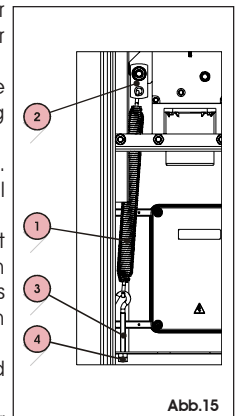

Abb. 15
Die Automation benötigt eine Ausgleichsfeder, Abb. 15 - Bez. 1, die gesondert bestellt werden muss (wie der Balken). Die Art der einzusetzenden Feder ist je nach Länge des Balkens und der eventuellen eingebauten Zubehörteile (siehe Kap. 8) unter den in der Preislite angegebenen Modellen zu wählen.
- Den Balken in senkrechter Position beibehalten und die Feder mit dem Teller, Abb. 15 - Bez. 2 verbinden.
- Die Zugstange, Abb. 15 - Bez. 3, in die untere Öse und ihre Befestigungsöffnung einführen.
- Eine der beiden Muttern, Abb. 15 - Bez. 4, fest schrauben, bis das gesamte Spiel auf der Feder geregelt ist.